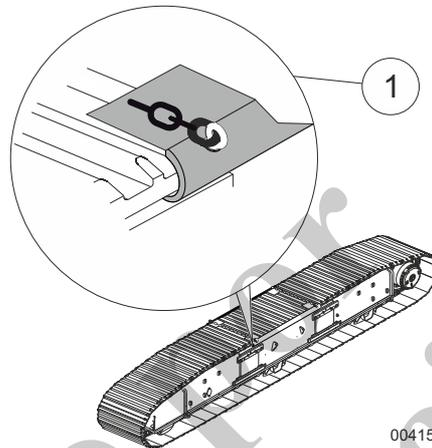

Fig. 137 Fijación del protector de bordes a las cadenas de oruga
- 5 Fije el protector de bordes (1, Fig. 137) que se incluye a las cadenas de oruga.